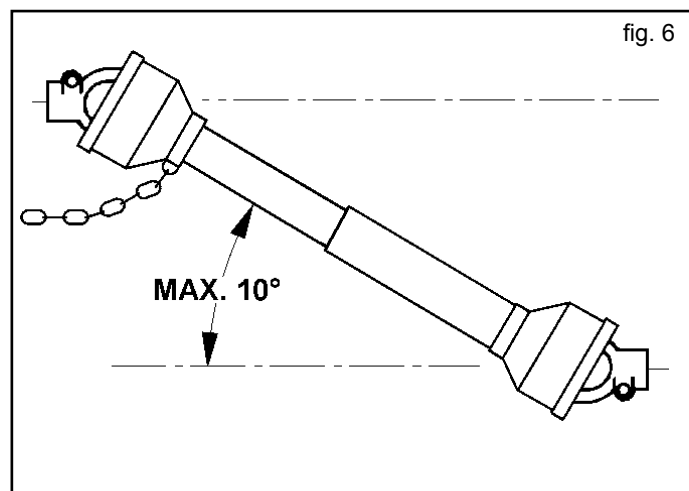

fig. 6
- 12) Die Zapfwelle immer ausschalten, wenn die Kardanwelle einen zu großen Winkel einnimmt (nie über 10 Grad – Abb. 6) und wenn sie nicht gebraucht wird.